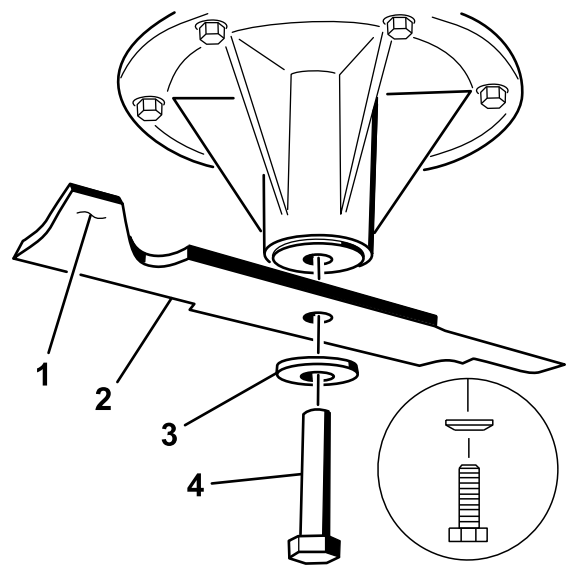

Figura 83
2. Togliete il bullone, la rondella curva e la lama dall'asse del fusello (Figura 83).
3. Se la lama non è bilanciata, limate del metallo soltanto dalla costa (Figura 83).